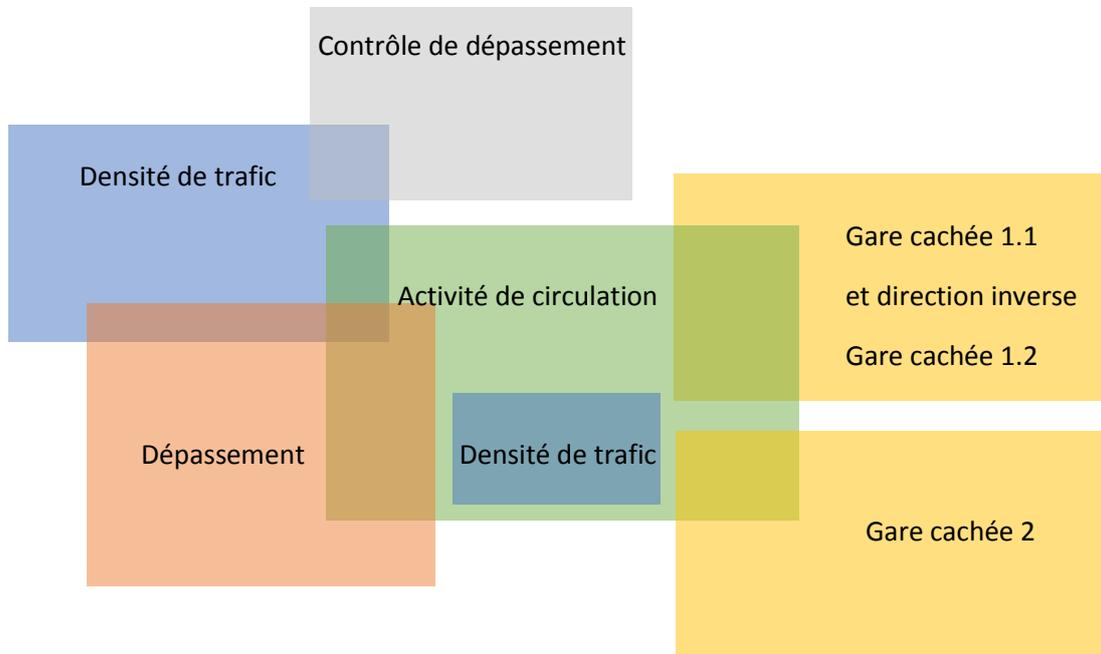

Fig. 14.2
- Plusieurs zones de RTF peuvent se chevaucher ou s’imbriquer (Fig. 14.2). Peu importe que ces RTF soient du même type ou non, à l’exception encore une fois des RTF-CGC. Ceux-ci ne doivent pas chevaucher d’autres RTF, à l’exception d’un RTF-CGC pour la direction inverse, d’un RTF_AC et d’un RTC-ITH. C’est exprès que le RTF-EXPERT n’est pas mentionné ici. Tant qu’il ne remplit qu’une fonction de comptage, il peut se trouver dans n’importe quelle zone d’un autre RTF. Par contre s’il bloque aussi des itinéraires, il ne doit alors pas chevaucher un RTF-CGC.